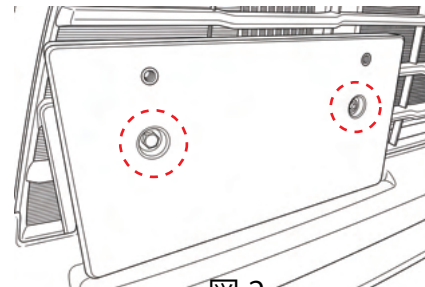

図2
2. 付属のボルト・ワッシャーを用いてナンバーベース部を固定します。(図2)